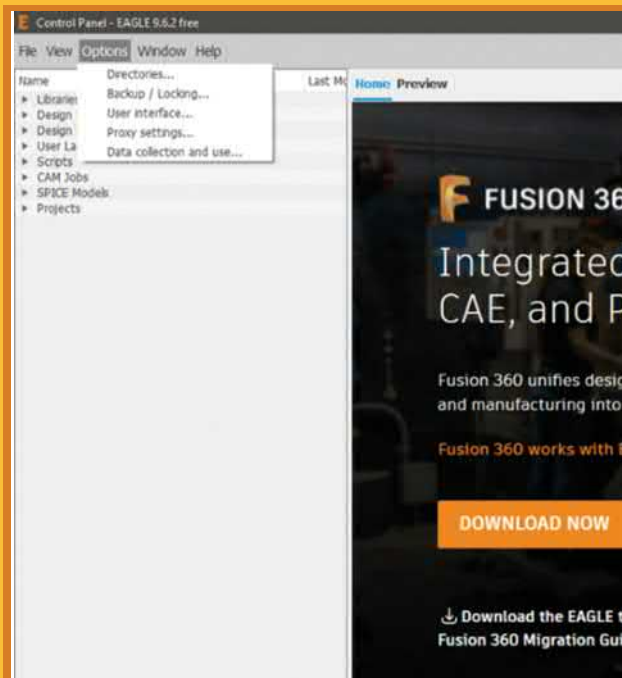

Fig. 11 Interfaccia principale del Control Panel
Nella parte alta (barra dei menu) sono presenti i classici menu a tendina di Windows, dai quali si possono operare le impostazioni della suite EAGLE (Fig. 11). Infine nella parte bassa (barra di stato) vengono mostrati tutti i feedback di programma.
Prima di tutto organizziamo il nostro lavoro configurando il Control Panel (CP) che essendo a tutti gli effetti una classica interfaccia utente, contiene una barra dei menu. Dunque ritroviamo i menu File, View, Options, Window e Help. Senza dilungarsi troppo, le voci del menu verranno descritte all'occorrenza; in questa sezione è interessante descrivere la voce per la configurazione dell'ambiente: il menù Options. In Fig. 11 è possibile osservare le finestre di dialogo selezionabili nel menu Options: